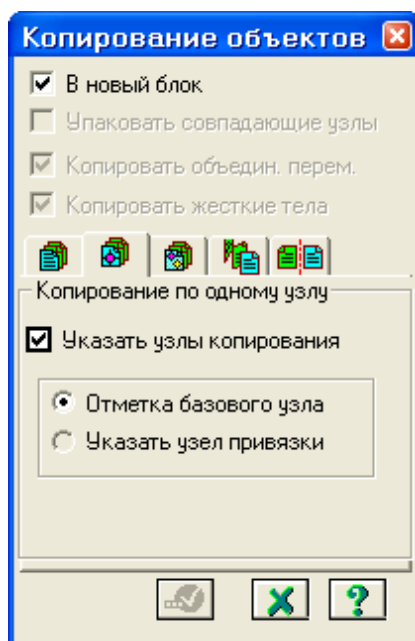

Рис.4.9. Диалоговое окно Копирование объектов
- В этом окне перейдите на вторую закладку **Копирование по одному узлу** (рис.4.9).